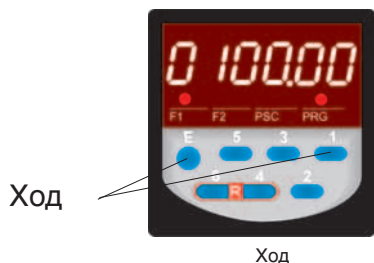

Рисунок 14
- a) Нажмите одновременно кнопки E+1 (см.рис. 14).